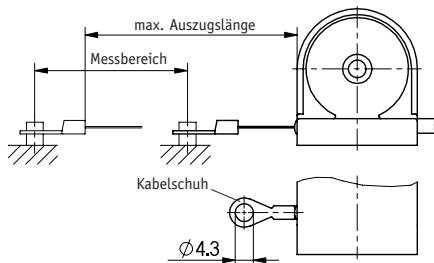

Abb. 2: Prüfung Auszugslänge
- Prüfen Sie nach der Befestigung des Seilzuggebers, die maximale Auszugslänge (Abb. 2). Der Kabelschuh bzw. das Seil muss bis an die vorgesehene Befestigungsstelle ausgezogen werden. Das Seil darf dabei nicht verdreht werden.
Das Seil muss lotrecht zum Seilaustritt geführt werden (Abb. 2).